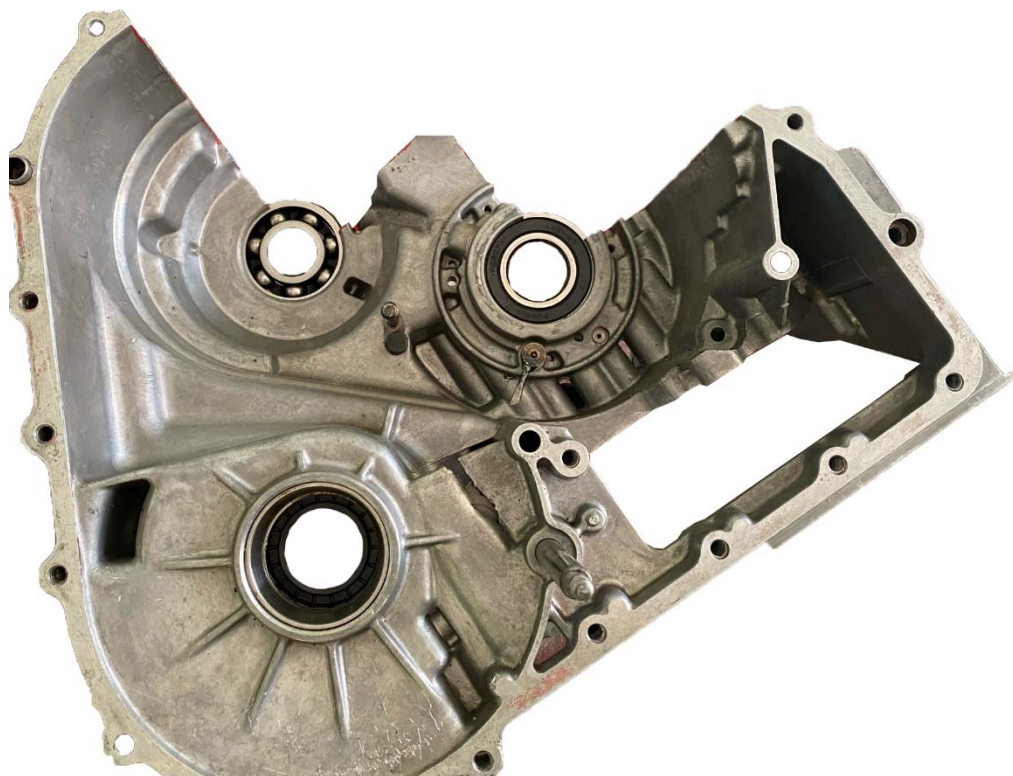

Рисунок 83 – картер КП на кантователе.
- установить и закрепить картер КП на кантователь (рисунок 83);